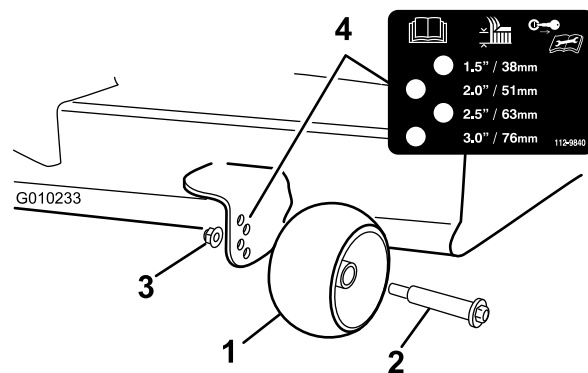

Figura 27
3. Ajuste los rodillos protectores del césped (**Figura 27**) a la posición de altura de corte más próxima.